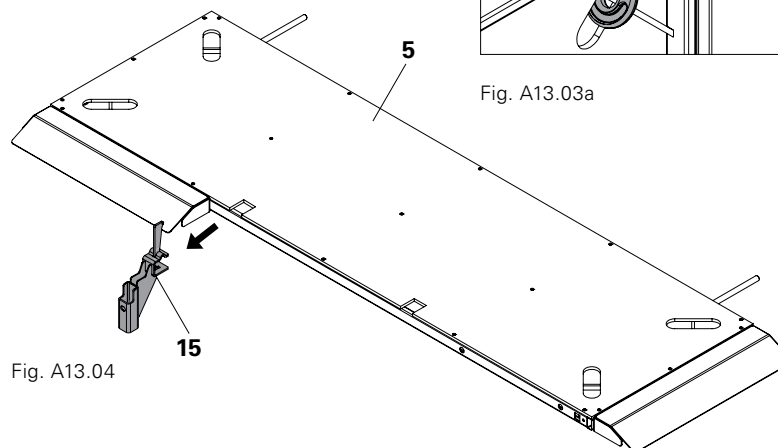

Fig. A13.04
3. Enlever la fixation d'angle intérieur MXK (15). (Fig. A13.04)
6. Placer le platelage de liaison MXK (5) comme décrit au chapitre A1 Stockage et transport.